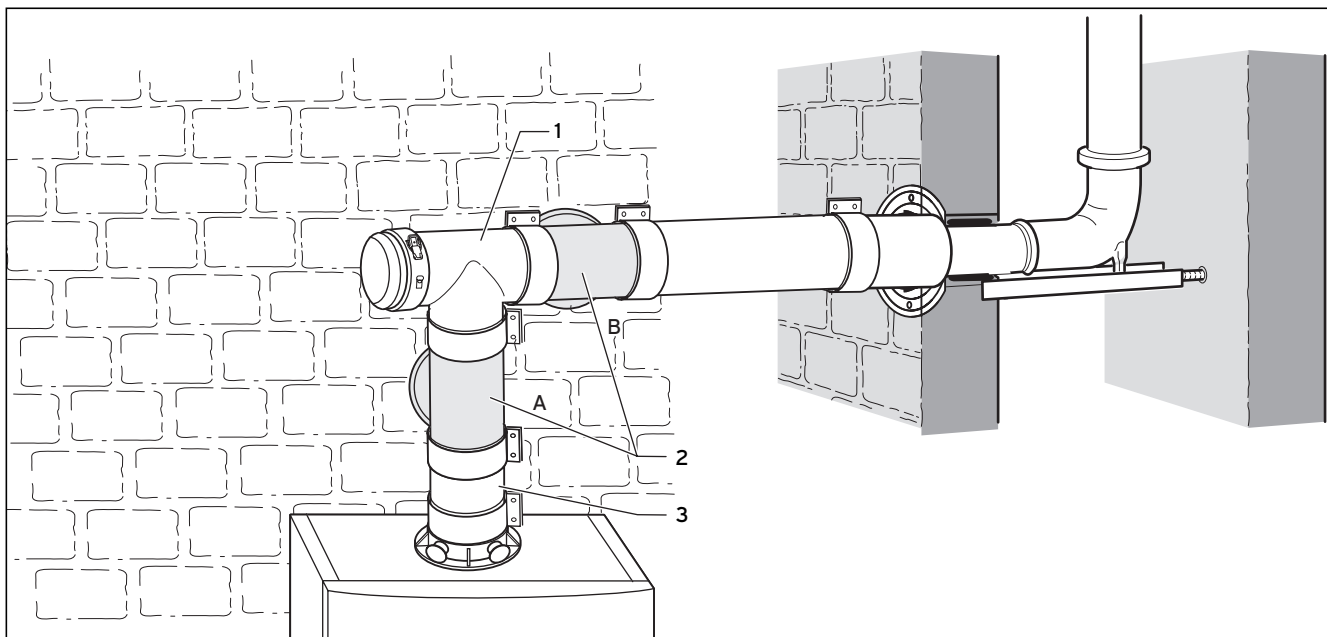

Abb. 6.32 Anschlussmöglichkeiten für getrennte Luftzuführung
Das Zuluftanschluss-T-Stück (4) kann auch zwischen Geräteanschlussstück (2) und Revisions-T-Stück (3) eingesetzt werden (siehe Abb. 6.32)
- Stecken Sie die Trennvorrichtung (5) mit der Muffe bis zum Anschlag auf die Verlängerung (6).
- Verbinden Sie die Verlängerung (6) mit der Abgasleitung (7).
- Verbinden Sie die Trennvorrichtung (5) mit dem Zuluftanschluss-T-Stück (4). Diese Stelle dient später als Trennstelle.
- Montieren Sie die Luftschele (8) der Trennvorrichtung.
- Verlegen Sie Verlängerungen und Rohre bis zum Zuluftanschluss-T-Stück (4). Beginnen Sie am Luftsaugstück (1).